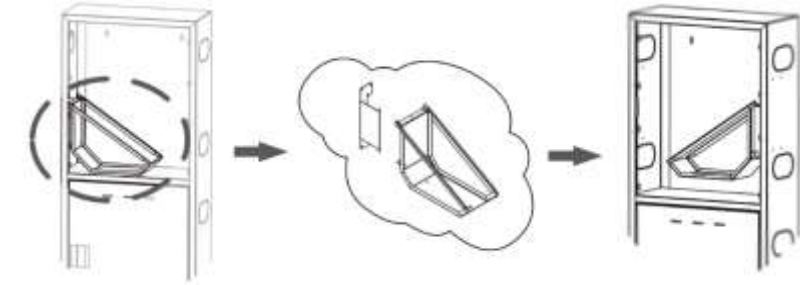

Рис. 3. Рукавная кассета Исп.2 – общий вид и схема монтажа в рабочее положение
4.3.2. Рукавная кассета Исп.2, для шкафов ШП-К1-О2, ШП-К2 и ШП-К2-О2 на кронштейне, показана на Рис.3.